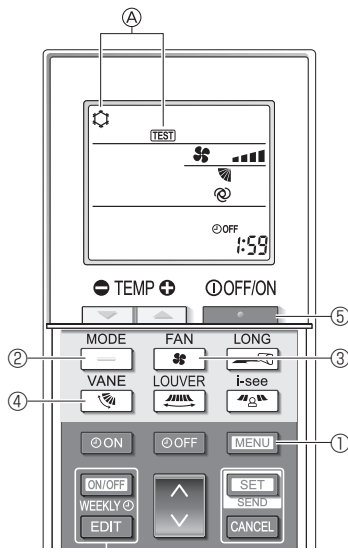

Fig. 8-5
2. Pulse el botón **MENU** ① durante 5 segundos. (Fig. 8-5)
3. Pulse el botón **MENU** ①.
En pantalla se visualiza ④ [TEST] (PRUEBA) y el modo actual de funcionamiento. (Fig. 8-5)
4. Pulse el botón **←** ② para activar el modo de refrigeración, y compruebe si sale aire frío de la unidad.
5. Pulse el botón **→** ② para activar el modo de calefacción, y compruebe si sale aire caliente de la unidad.
6. Pulse el botón **☼** ③ y compruebe si cambia la velocidad del ventilador.
7. Pulse el botón **☼** ④ y compruebe que el sistema automático de desviación del aire funciona correctamente.
8. Pulse el botón **STOP** ⑤ para detener la prueba de funcionamiento.